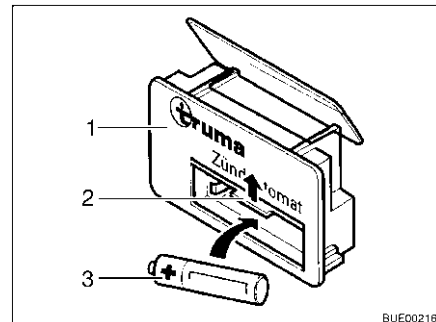

Fig. 114 Dispositivo di accensione
- Spingere la copertura (Fig. 114,2) del vano batteria sul dispositivo di accensione (Fig. 114,1) verso l'alto.
- Inserire una nuova batteria (Fig. 114,3) dello stesso tipo nel vano batteria del dispositivo di accensione rispettando la polarità (+/-). Utilizzare soltanto batterie Mignon resistenti alle alte temperature (+70 °C) e sicure da perdite.